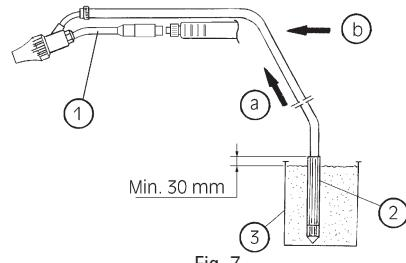

Fig. 7
Le dispositif pour hydrosablage est facile à appliquer (voir Fig. 7): il suffit de remplacer l'embout standard avec l'embout pour hydrosablage (1) et d'insérer le tuyau d'aspiration sable (2) dans un récipient spécial (non fourni) (3), en ayant soin d'utiliser du sable sec et de qualité appropriée à l'emploi (sable au quartz ou sable siliceux; s'adresser au revendeur) et de laisser sortir ledit tuyau de 30 mm du sable.